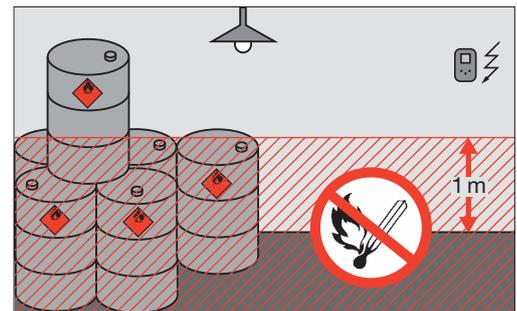

Fig. 1: zone 2 dans un lieu d'entreposage.
- lieux d'entreposage de liquides facilement inflammables: zone 2 jusqu'à 1 m au-dessus du sol (fig. 1)